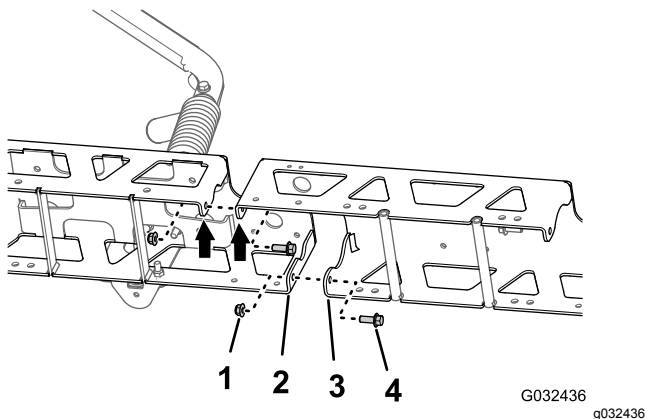

図 76
- センターブームエクステンションの垂直フランジについている穴を、トラスフレームの穴に合わせる 図 76。
- センターブームエクステンションをトラスフレームに仮組み付けする 図 76 ステップ 1 センターブームのトラスを取り外す (ページ 31) で取り外したフランジヘッドボルト (3/8 x 1 インチ) 2本とフランジロックナット 3/8 インチを使用する。
- センターブームエクステンションの垂直フランジについている穴を、もうひとつのトラスフレームについている穴に合わせる 図 76。
- センターブームエクステンションをこのトラスフレームに仮組み付けする 図 76 ジオリンクスプレシステム仕上げキットに入っているフランジヘッドボルト 3/8 x 1 インチ 2本とフランジロックナット 3/8 インチ 2個を使用する 図 76。